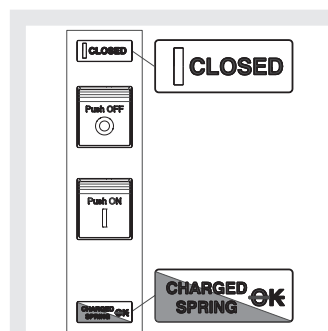

Abbildung 35
4. Leistungsschalter ein mit gespannten Federn und nicht einschaltbereit (siehe Abbildung 35). Dieser Zustand kommt vor, wenn nach der Einschaltung (siehe Schritt 4 - Manuelles Ausschalten/Einschalten des Leistungsschalters) die Federn von Hand oder automatisch durch den Getriebemotor (sofern vorgesehen) nachgespannt werden.